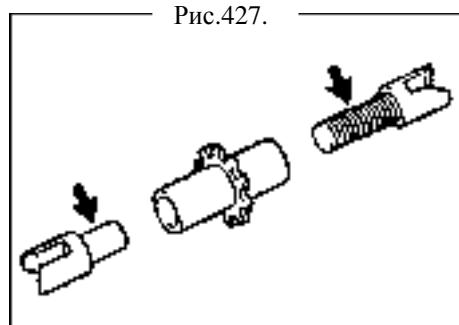

Рис.427.
- Нанесите высокотемпературную смазку на регулировочный болт (рис.427).